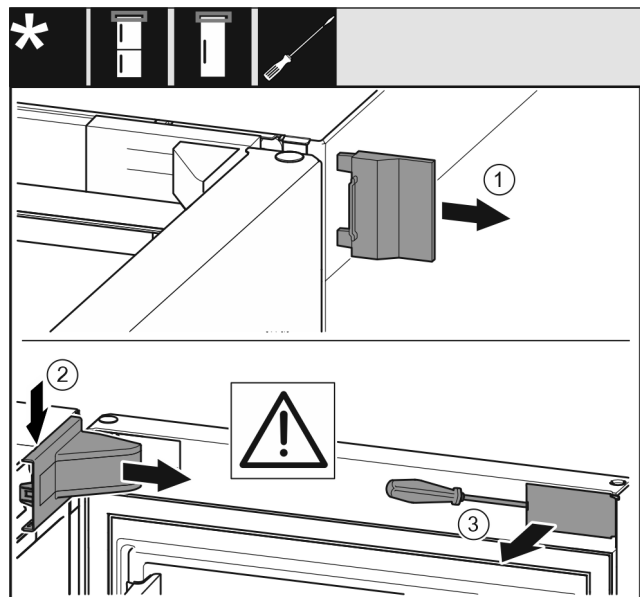

Fig. 8
- ▶ Tag den udvendige afdækning af Fig. 8 (1)
- ▶ Klik hængselkonsollens afdækning ud, og løsn den. Tag hængselkonsollens afdækning af Fig. 8 (2)
- ▶ Løsn blindpladen med en flad skruetrækker, og drej den til side Fig. 8 (3)